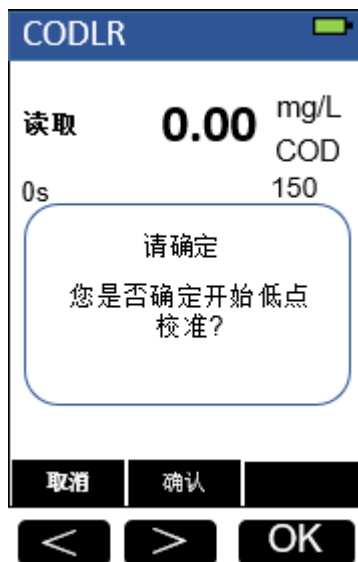

图 17: 低点校准界面
2. 如果测量值与已知校准标准液浓度不同，按“校准/系统”按钮，选择“低点校准”，进入标定界面，如图 17 所示。